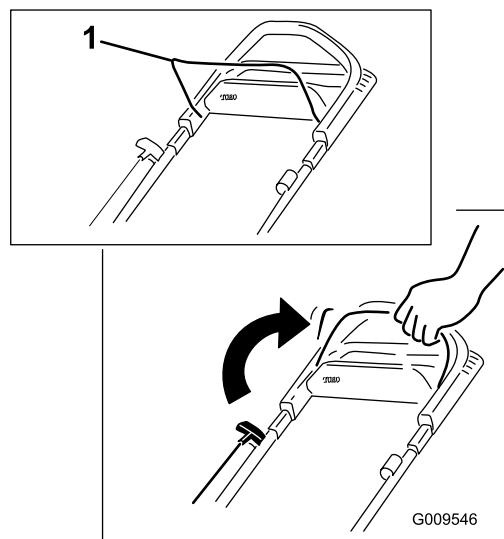

Figure 16
1. Maintenez la barre de commande de la lame contre le guidon (**Figure 16**).